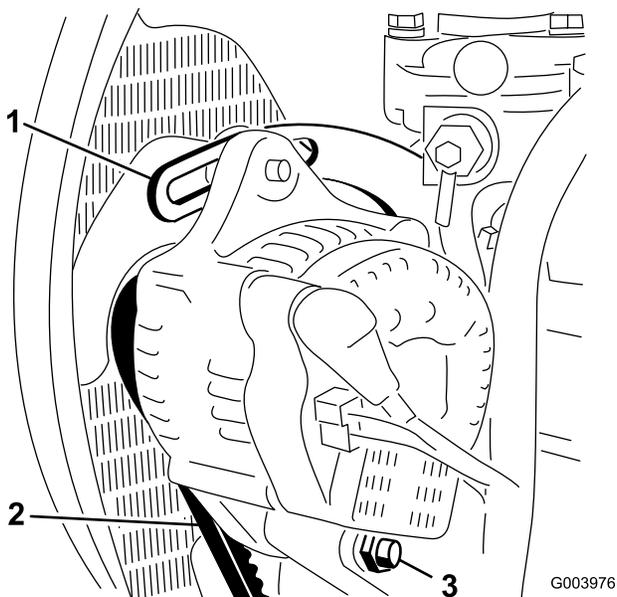

Figura 66
2. Compruebe la tensión de la correa del alternador flexionándola (Figura 66) en el punto intermedio entre las poleas del alternador y del cigüeñal con una fuerza de 10 kg (22 libras).
3. Afloje el perno que fija el tirante al motor (Figura 66), el perno que fija el alternador al tirante y el perno de pivote.